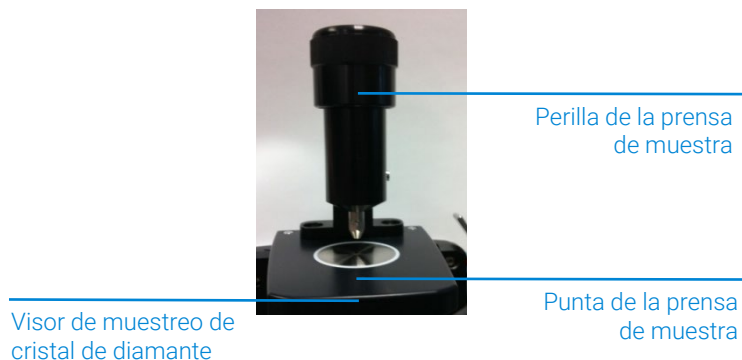

Figura 5 Prensa de la muestra del accesorio ATR de diamante en la posición más alta.
En el modo de carga de muestra y limpieza, la prensa de la muestra debe estar en la posición más alta, para que la punta de la prensa de la muestra se encuentre por encima del visor de muestreo de diamante (consulte la Figura 5). En esta posición se puede acceder fácilmente al área de montaje de la muestra para cargar la muestra en su lugar y para limpiar las superficies de muestreo antes de que se analice la próxima muestra.
- 1 Para abrir la prensa de la muestra, gire la perilla superior hacia la izquierda hasta alcanzar el tope del recorrido de la prensa (consulte la Figura 5).
- 1 Gire la perilla de la prensa de la muestra hacia la izquierda para abrir la prensa de la muestra, de modo que la punta se eleve ligeramente en el visor de muestreo de diamante (consulte la Figura 5).